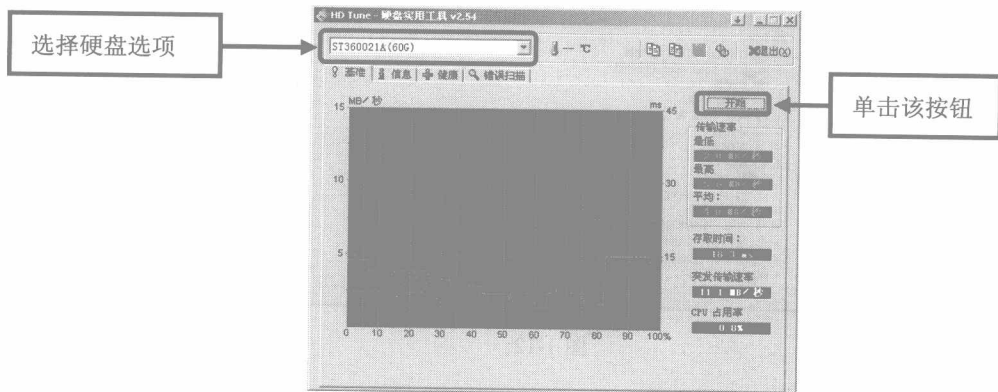

图 1-9
- ⑨ 在主界面左上方的下拉列表中选择硬盘选项，然后单击 **开始** 按钮开始测试硬盘数据传输速率，发现平均传输速率仅为 4MB/s，如图 1-9 所示，因而怀疑硬盘的传输模式有问题。